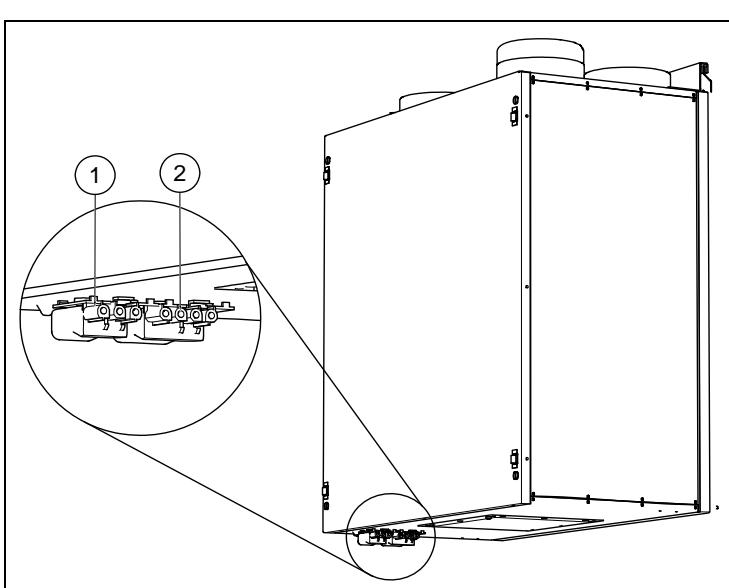

Fig. 10
VR 300 ECV/B leveres med ca.1m ledning og støpsel for 10A, 230V, 1-fase jordet stikkontakt. Elektrisk tilkobling til kjøkkenhette utføres ved bruk av kontakter (fig. 10), plassert på aggregatets bunnplate. 3-polt kontakt (pos. 1, fig. 10) benyttes for tilkobling av lys i kjøkkenhetten, og 4-polt kontakt for kontrollsignal.
Dersom kjøkkenhette ikke er tilkoblet, og viftehastighet/luftmengde er regulert fra ekstern 3-trinns hastighetsregulator, benyttes ikke 3-polt tilkobling (pos. 1, **fig. 10**). Se også koblingsskjema som følger aggregatet.